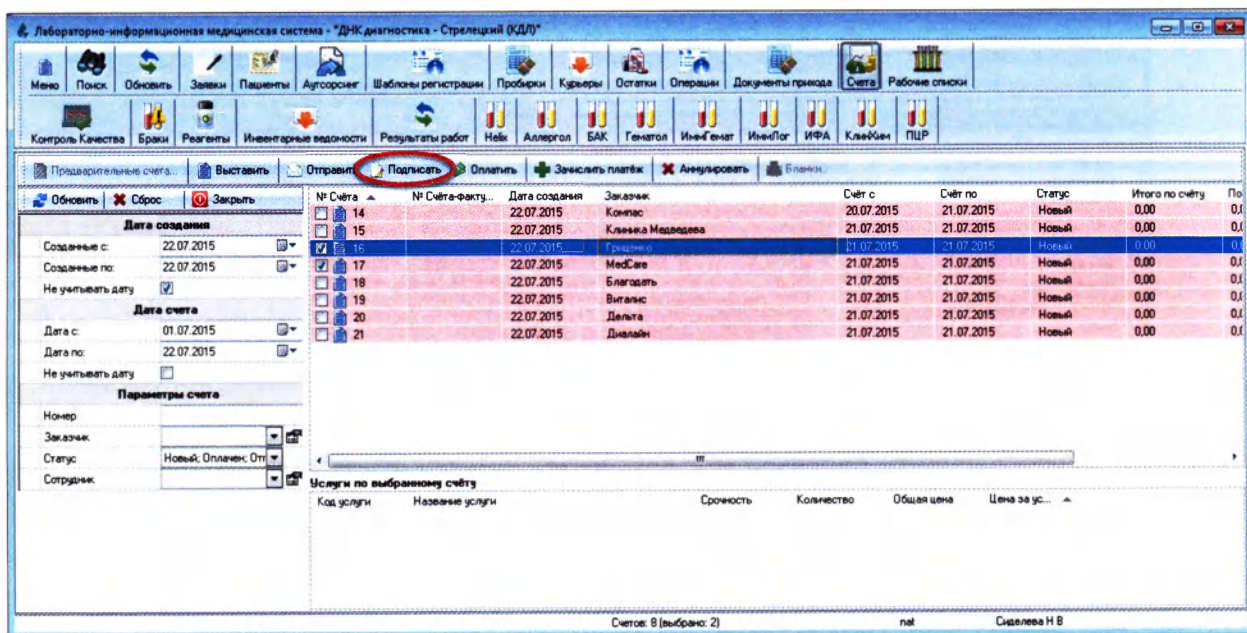

Рисунок 10.10
3. Чтобы перевести выбранные счета в статус «Подписан», нажмите кнопку «Подписать» (Рисунок 10.10):